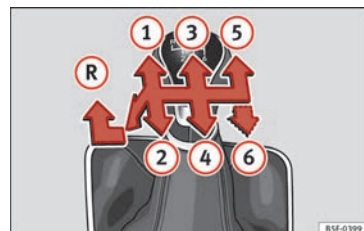

Fig. 42 Esquema de un cambio manual de 5 marchas o bien de 6 marchas.
En la palanca de cambios se indican las posiciones de las marchas » **fig. 42**.
- Con la palanca de cambios en punto muerto, presiónela hacia abajo, muévela a la izquierda hasta el final y después hacia delante para seleccionar la marcha atrás » **fig. 42** **R**.